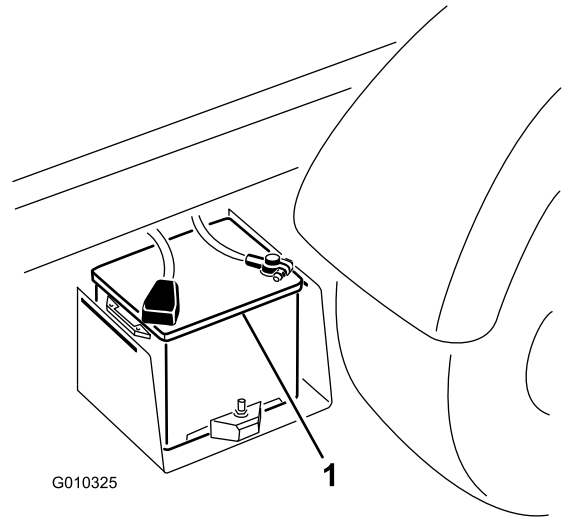

Figura 53
2. Collegate un cavetto portatile tra i poli positivi delle due batterie (Figura 53). Il polo positivo è identificato dal simbolo + sul coperchio della batteria.